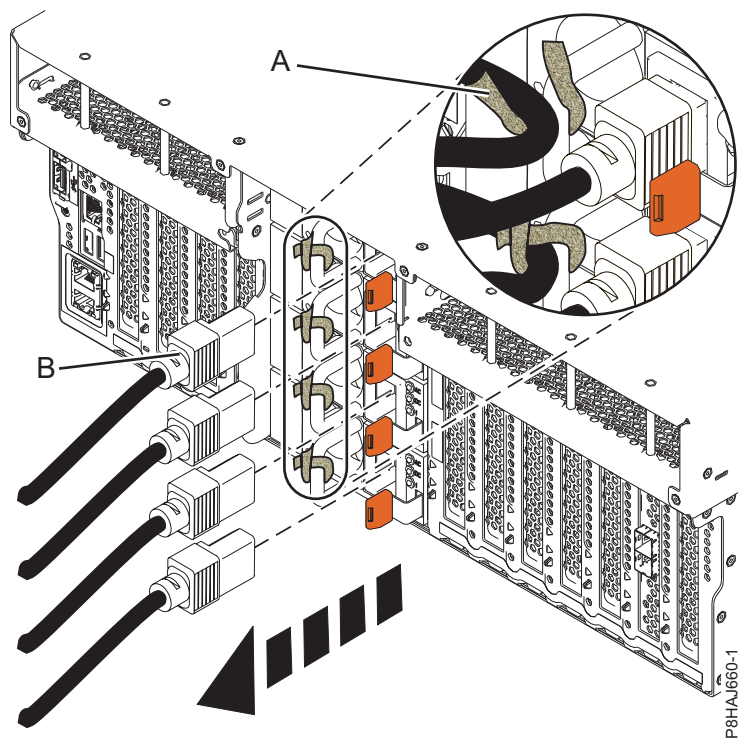
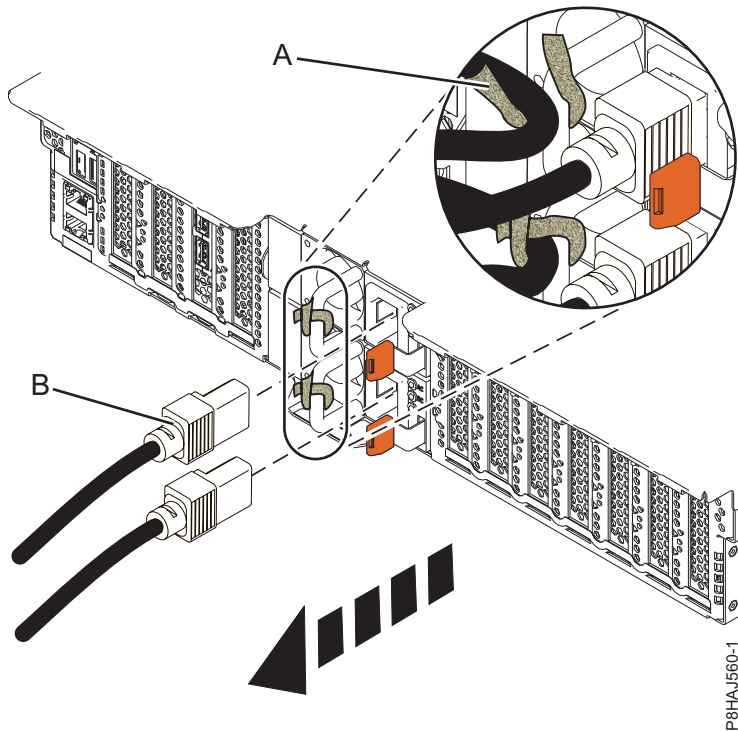
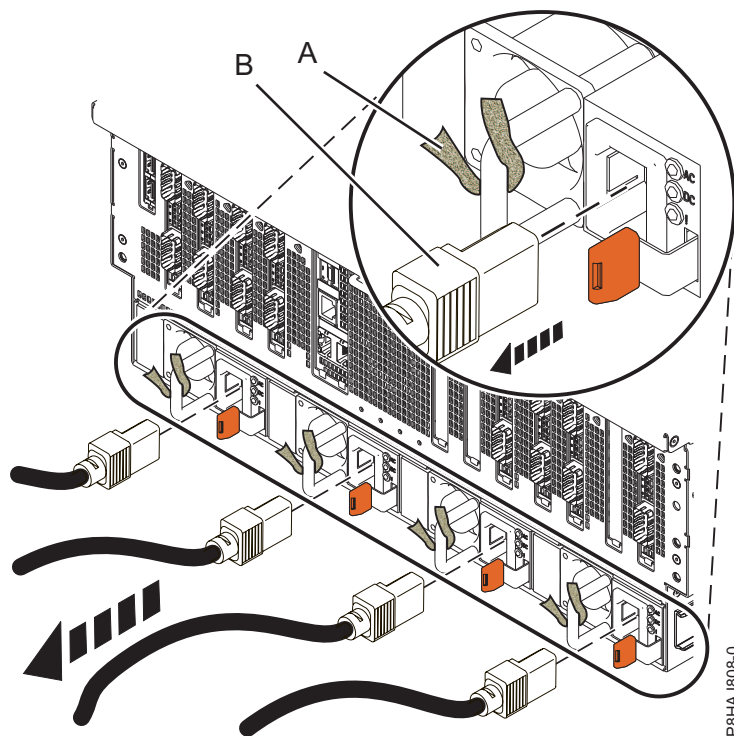

Figura 55. Removendo os cabos de energia de um sistema 8247-42L, 8286-41A ou 8286-42A
Figura 56. Removendo os cabos de energia de um sistema 5148-21L, 5148-22L, 8247-21L, 8247-22L, 8284-21A ou 8284-22A
Figura 57. Removendo os cabos de energia de um sistema 8408-44E ou 8408-E8E
- Desconecte os cabos de energia **(B)** da unidade de sistema. Consulte Figura 55 na página 66, Figura 56 na página 66 ou Figura 57 na página 67, dependendo do tipo do seu sistema.